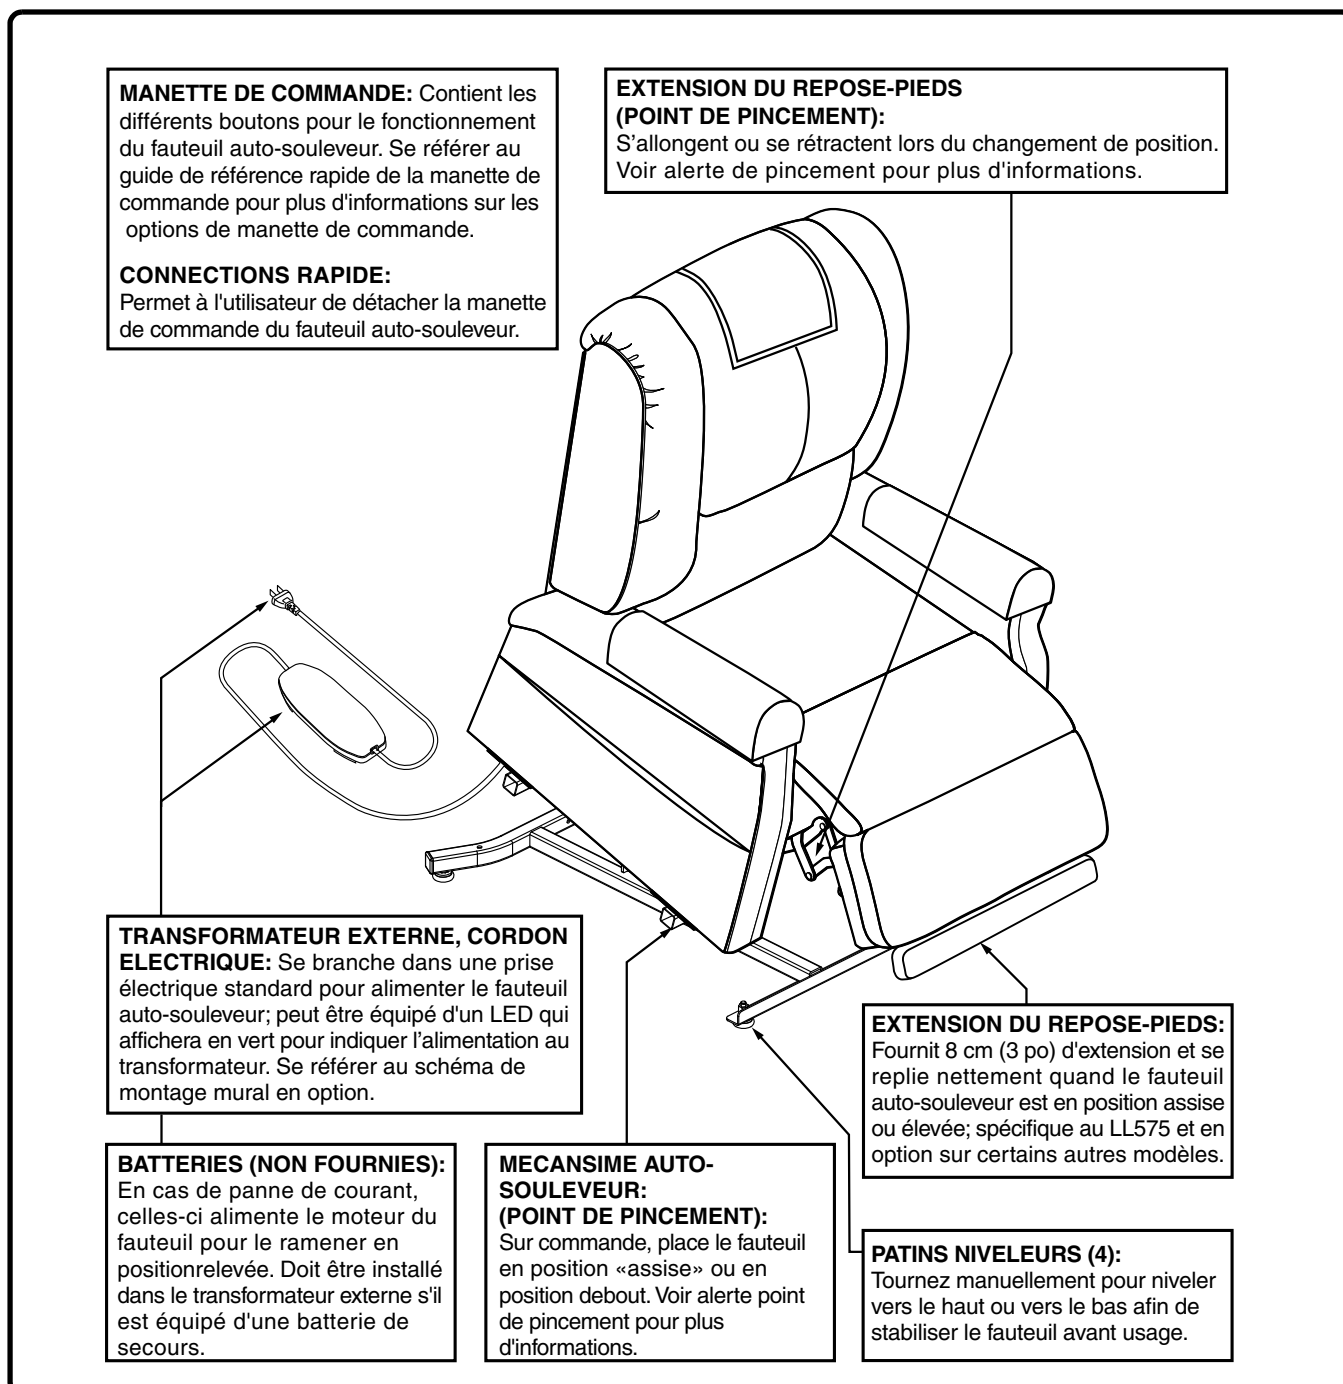

Figure 3.1 Composantes du fauteuil auto-souleveur
2. Réglez les patins niveleurs pour stabiliser le fauteuil auto-souleveur (**Fig. 3.1**).
Les fauteuils auto-souleveurs sont équipés de plusieurs châssis et de plusieurs composants électriques. En règle générale, les composants du châssis (ou le cadre) incluent un coussin* de siège amovible, repose-pied, nivelage de pieds, un mécanisme de levage, et des mécanismes à ciseaux. Les composants électriques comprennent le transformateur externe, manette de commande, et † piles (non fournies). Reportez-vous à la **figure 3.1** et notez que les illustrations et les options énumérées peuvent ne pas refléter le type de fauteuil auto-souleveur que vous possédez.
Le mécanisme en ciseaux et de soulèvement possède des labels aux endroits où on peut pincer/écraser ses doigts sous le fauteuil auto-souleveur. Gardez vos mains loin de ces endroits et assurez-vous qu'il n'y ait pas d'objet dans la trajectoire du mécanisme. Voir la **figure 3.1** pour localiser les endroits à éviter.